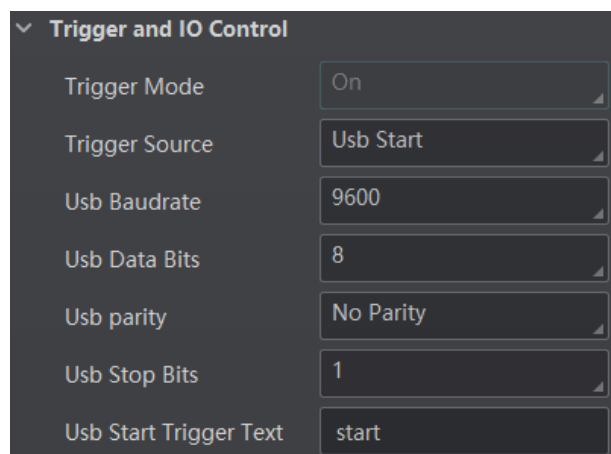

图3-46 USB 触发参数设置
10. 若触发源选择 Usb Start，可根据需求设置 USB 波特率、USB 数据位、USB 校验位、USB 停止位和 USB 启动触发，如图 3-46 所示。